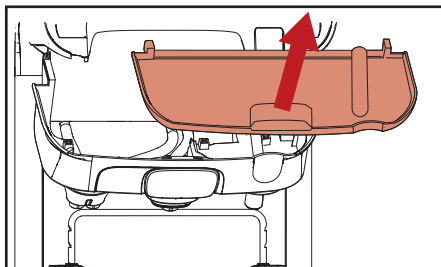

Fig. 5.10 - Verwijder interne lekbak
- c. Indien nodig, verwijder de interne lekbak en reinig hem (fig. 5.10).